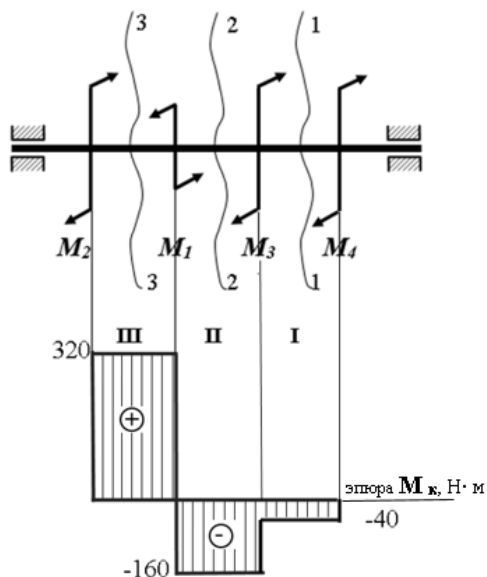

Рисунок 20
- записываем значения моментов (рисунок 20).